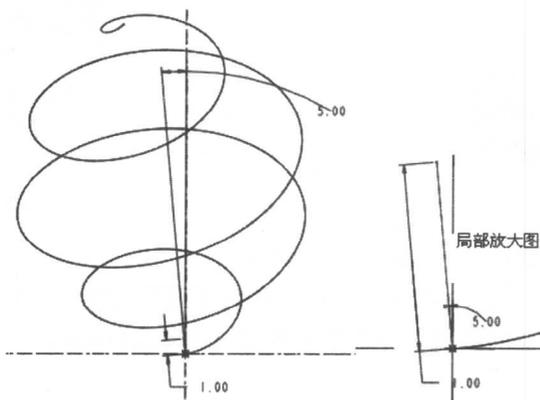

图 1-28
- ③ 在【选项】面板中选择“可变剖面”选项。
- ④ 单击  按钮，进入草绘工作环境，绘制如图 1-28 所示的一条线段（线段长度为 1mm，与竖直中心线成一角度，绘制时可以成任意角度）。